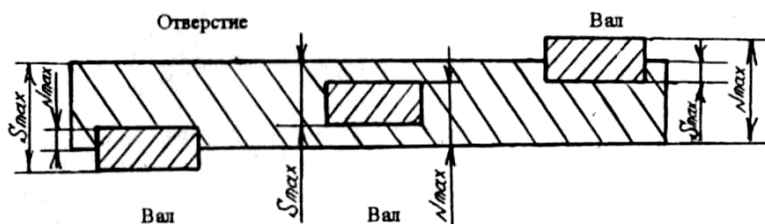

Рис. 3. Схема полей допусков для переходной посадки.
3. Переходная посадка, при которой возможно получение, как зазора, так и натяга в соединении, в зависимости от действительных размеров отверстия и вала. При графическом изображении поля допусков отверстия и вала перекрываются полностью или частично (рис. 3).